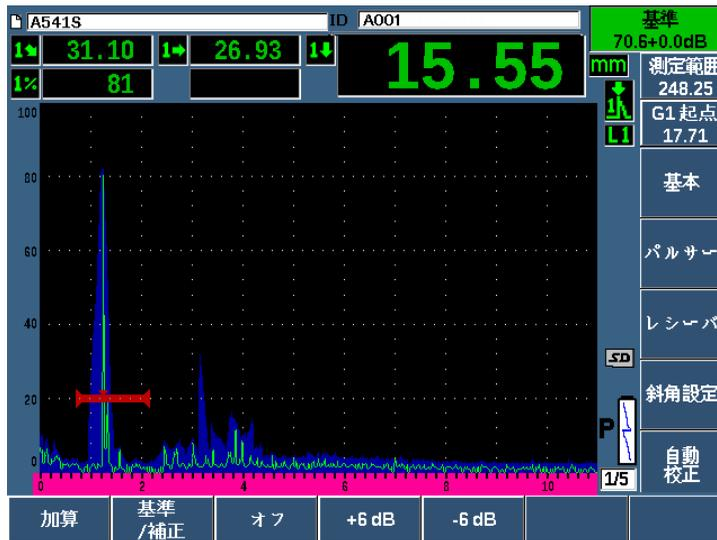

図 9-25 基準ゲインの設定
5. 基準ゲイン（**基準**）が有効になったら、補正ゲインの調整を行うため**追加、基準 / 補正、+6 dB、-6 dB、オフ**パラメータを使用します（177 ページの図 9-25 参照）。これらの機能に関する詳しい情報については、106 ページの「基準ゲインおよび補正ゲインの設定」を参照してください。